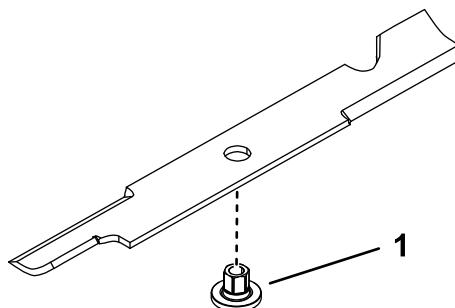

Figura 95
1. Instale el buje a través de la cuchilla con la brida del buje en el lado inferior (lado del césped) de la cuchilla (Figura 95).